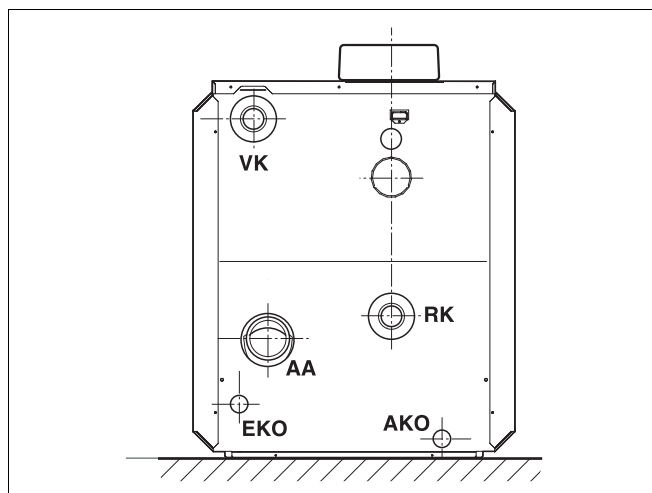
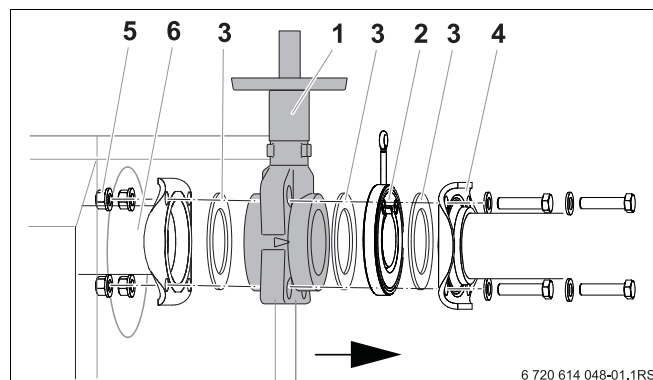

Fig. 4 Attacchi caldaia Logano GB312
Fig. 8 Montaggio della valvola d'intercettazione
I collegamenti possono essere effettuati solo nelle posizioni indicate in fig. 4.
#### Legenda per fig. 4
Le valvole d'intercettazione (fig. 8, [1]) non sono comprese nel volume di fornitura e devono essere ordinate separatamente. Alla mandata e al ritorno può essere collegata una valvola d'intercettazione ciascuno.
- Disporre la guarnizione (fig. 8, [3]) e la valvola d'intercettazione (fig. 8, [1]) sulla flangia della caldaia.
- Disporre la guarnizione (fig. 8, [3]), la valvola unidirezionale (fig. 8, [2]) e la guarnizione (fig. 8, [3]) sulla valvola d'intercettazione (fig. 8, [1]).
- Avvitare la flangia del tubo di mandata (fig. 8, [4]) sulla flangia della mandata della caldaia servendosi di quattro viti e dadi (fig. 4, [5]).